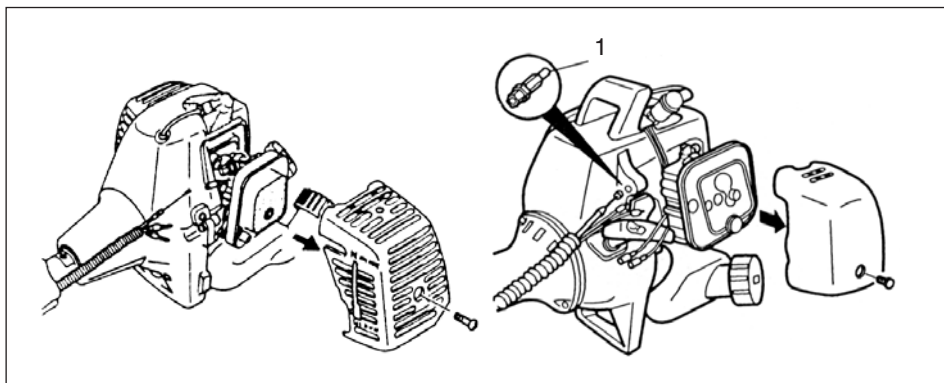
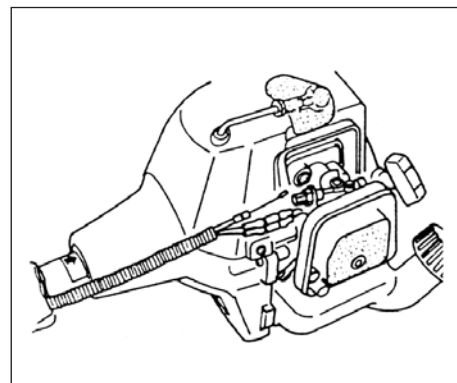
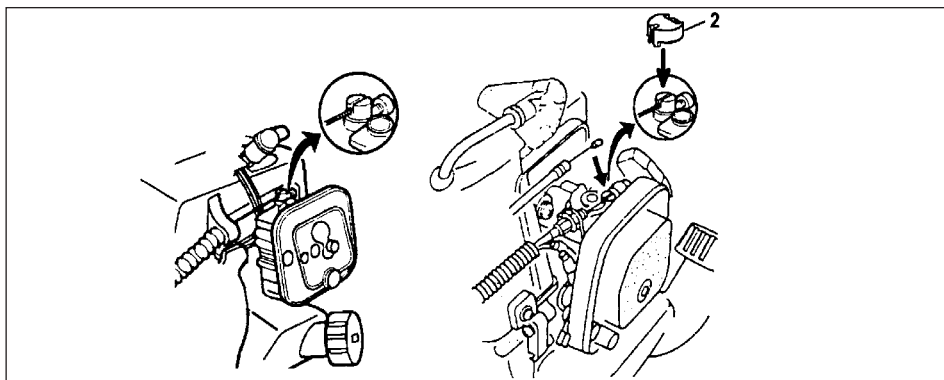
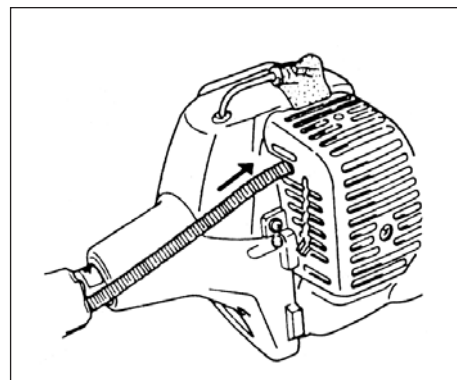

Fig. 1-4
Fig. 1-5
Fig. 1-6
Fig. 1-7
Verwijder de luchtzuiveringsafdekking. (Fig. 1-4) Verbind de stop touwen. (Fig. 1-5) Plaats de externe ontvanger (1) (indien aanwezig) in de kabelgeleiding en duw de gaskabel door de externe ontvanger. (Fig.1-4) Verbind het einde van de gaskabel met de carburateur en monteer de draaipunt afdekking (2) (indien aanwezig) die zich in de gereedschapstas bevindt, op het draaipunt. (Fig. 1-6) Bedek de gaskabel en de stop touwen tot aan de luchtzuiveringsafdekking met de beschermende behuizing. (Fig. 1-7)